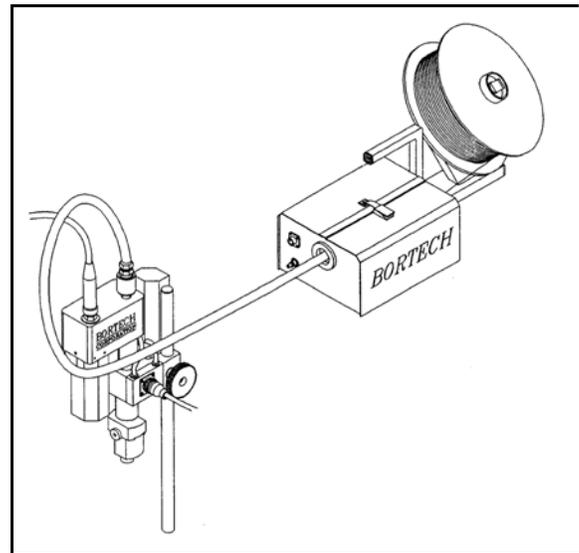

ABBILDUNG 4-2. ROHRFORM FÜR KLEINE GUSSDRÄHTE BEI VERWENDUNG LÄNGERER ROHRE
- Alternativ kann die Leitung wie in Abbildung 4-2 dargestellt positioniert werden. Diese Methode funktioniert besonders gut bei langen Kabelkanäle.
- Wenn der Draht einen festen Wickelbogen hat und in dieser Konfiguration immer noch springt, versuchen Sie, die Kurve zu straffen. Lange Brennerverlängerungen neigen dazu, alle Vorteile, die diese Leitungsform (siehe Abbildung 4-2) haben kann, zu negieren.